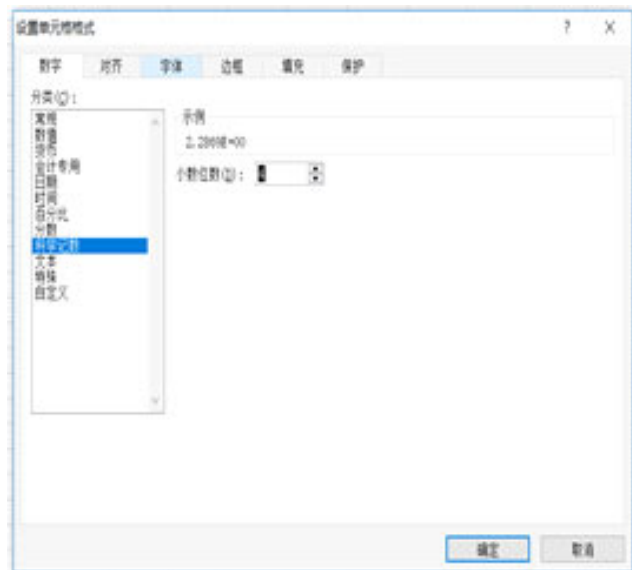

图6-1-6 科学计数
2. 将电阻字段选中, 并设置其单元格属性设置为: 科学记数, 小数位数4位。如图6-1-6所示。